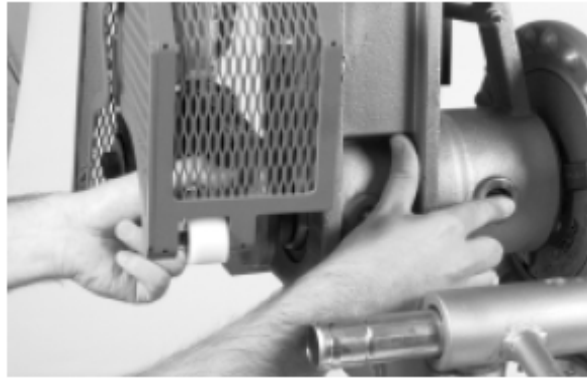
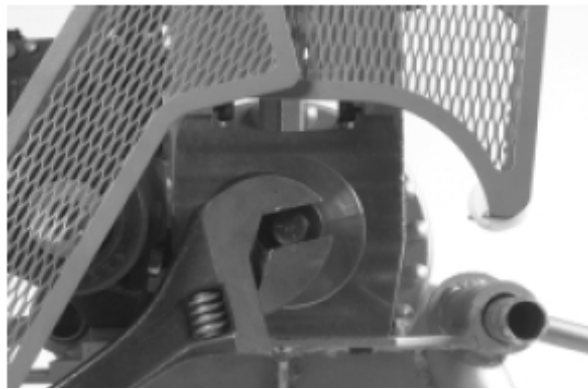

图20 — 按下锁定销，移动驱动轴
图21 — 拧松固定螺栓
5. 按下锁定销，手动转动驱动轴（见图20），松开固定螺栓（见图21），拆下驱动轴。